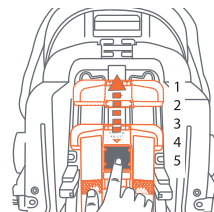

Fig. 32-2
5. Mueva el respaldo ajustable del asiento a la posición superior presionando el botón azul y tirando hacia arriba (Fig. 32-2).